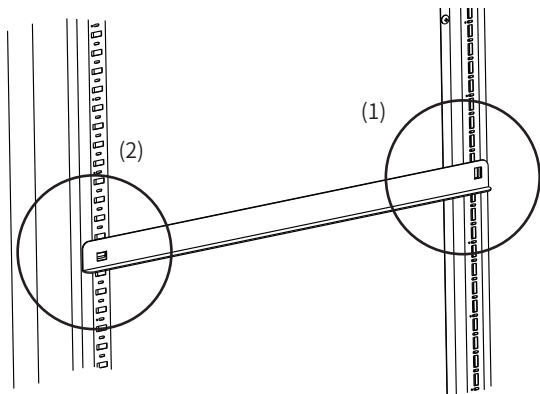

图 7
- * 若要安装导轨，(1)请将导轨挂钩向后推入后层板立柱上的方孔，(2)然后将导轨挂钩向下推入前层板立柱上的方孔。若要拆下导轨，请按照与上述相反的步骤操作。详见图7。